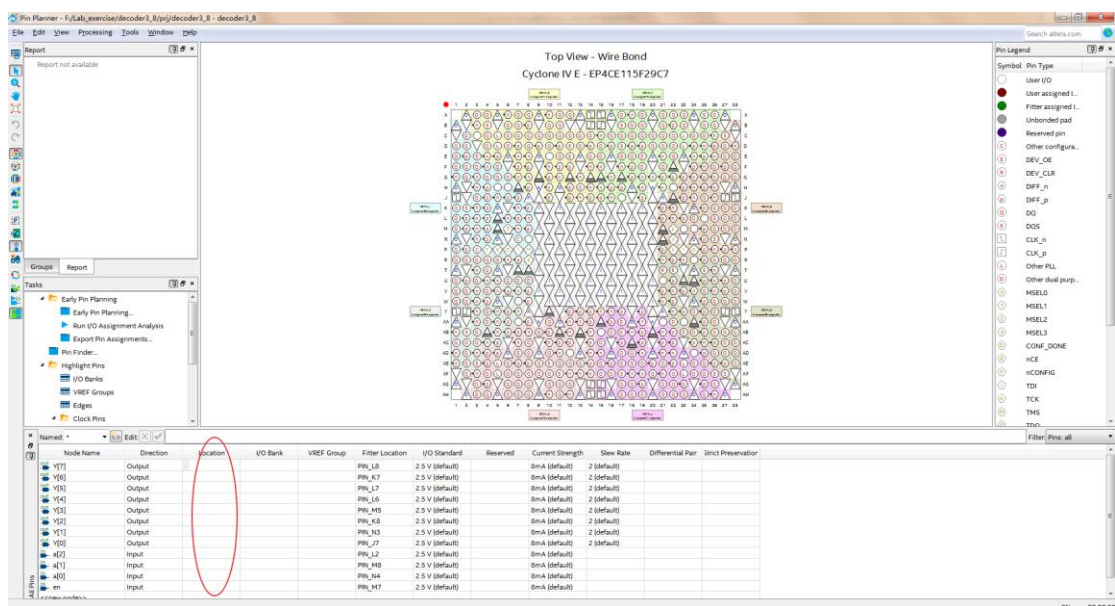

图 2.5.21
1. 在 Quartus 软件页面中，点击快捷工具栏中的 ，或者点击菜单栏中的 Assignments->Pin Planner。出现如图 2.5.21 所示引脚分配界面。